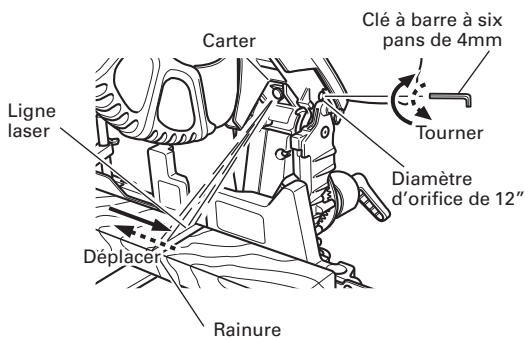

Fig. 19
- (2) Ensuite, insérer une clé à barre hexagonale de 4mm dans l'orifice de diamètre 12 sur le côté du carter d'engrenage, et tourner la vis boulonnée à douille hexagonale pour déplacer le trait laser. (Si l'on tourne la vis à tête creuse à six pans dans le sens des aiguilles d'une montre, le trait laser se déplace vers la droite, et si l'on tourne la vis dans le sens inverse, le trait laser se déplace vers la gauche.) Si on travaille avec la ligne tracée à l'encre sur le côté gauche de la lame de scie, il faut aligner la ligne laser avec le côté gauche de la rainure. (Fig. 19) Si on travaille avec la ligne tracée à l'encre sur le côté droit de la lame de scie, il faut aligner la ligne laser avec le côté gauche de la rainure.